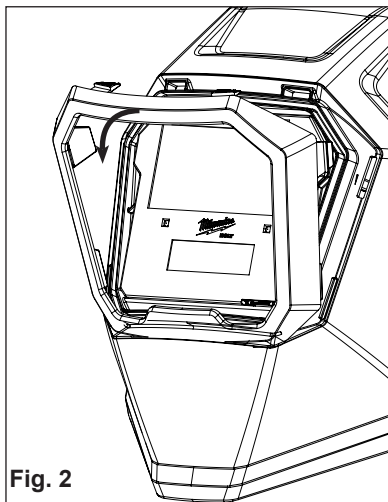

Fig. 2
2. Swing the outer bezel downward and lift to release the lower tabs (**Fig. 2**).
2. Faites pivoter la monture extérieure vers le bas et soulevez-la pour libérer les languettes inférieures (**Fig. 2**).
2. Gire el bisel exterior hacia abajo y levántelo para soltar las lengüetas inferiores (**Fig. 2**).